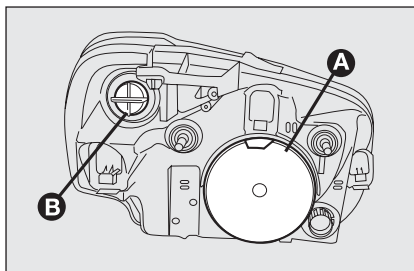
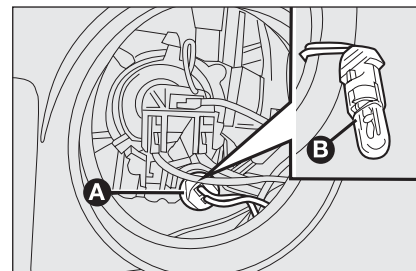

fig. 22
fig. 23
GROUPES OPTIQUES AVANT fig. 22
- enlever le couvercle de protection **A-fig. 22**;
- tourner dans le sens contraire des aiguilles la douille **A-fig. 23** et l'extraire;
- remonter la nouvelle ampoule, insérer de nouveau la douille **A-fig. 23** puis reposer correctement le couvercle de protection **A-fig. 22**.
- décrocher le ressort de fermeture de l'ampoule en agissant dans le sens indiqué par les flèches **fig. 22**;
- raccrocher le ressort de la fermeture de l'ampoule et remonter correctement le couvercle de protection **A-fig. 22**.
- tourner dans le sens contraire des aiguilles d'une montre le couvercle de protection **B-fig. 22**;